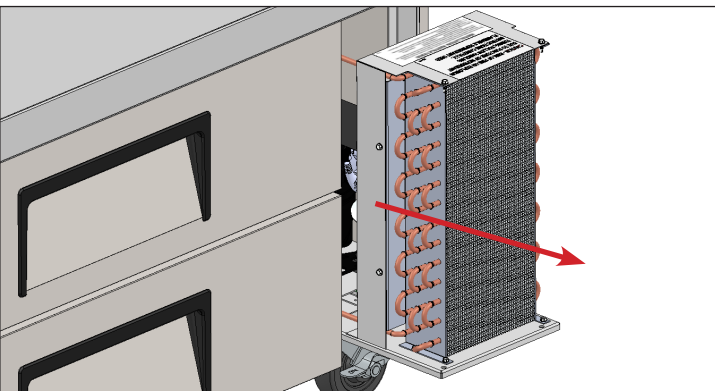

Abb. 5 Die Verflüssigereinheit vorsichtig herausziehen.
7. Die Verflüssigereinheit vorsichtig herauschieben (Schlauchanschlüsse sind flexibel). Siehe Abb. 5. Die Röhren vorsichtig mit Druckluft oder CO₂ durchblasen, bis sie sauber sind.